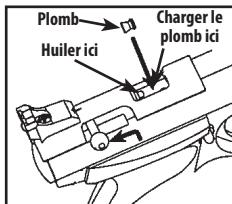

Fig. 4
2. Armez le verrou de culasse en soulevant le levier d'armement et en tirant le verrou de culasse complètement vers l'arrière (Fig. 4).
2. Armez le verrou de culasse en soulevant le levier d'armement et en tirant le verrou de culasse complètement vers l'arrière jusqu'à ce que vous entendiez deux déclics (Fig. 4).